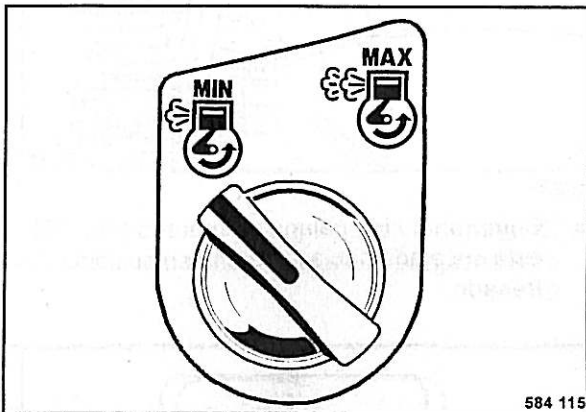

Fig. 32
- Colocar el interruptor giratorio (Fig. 32) a posición „Min“ (marcha en vacío).